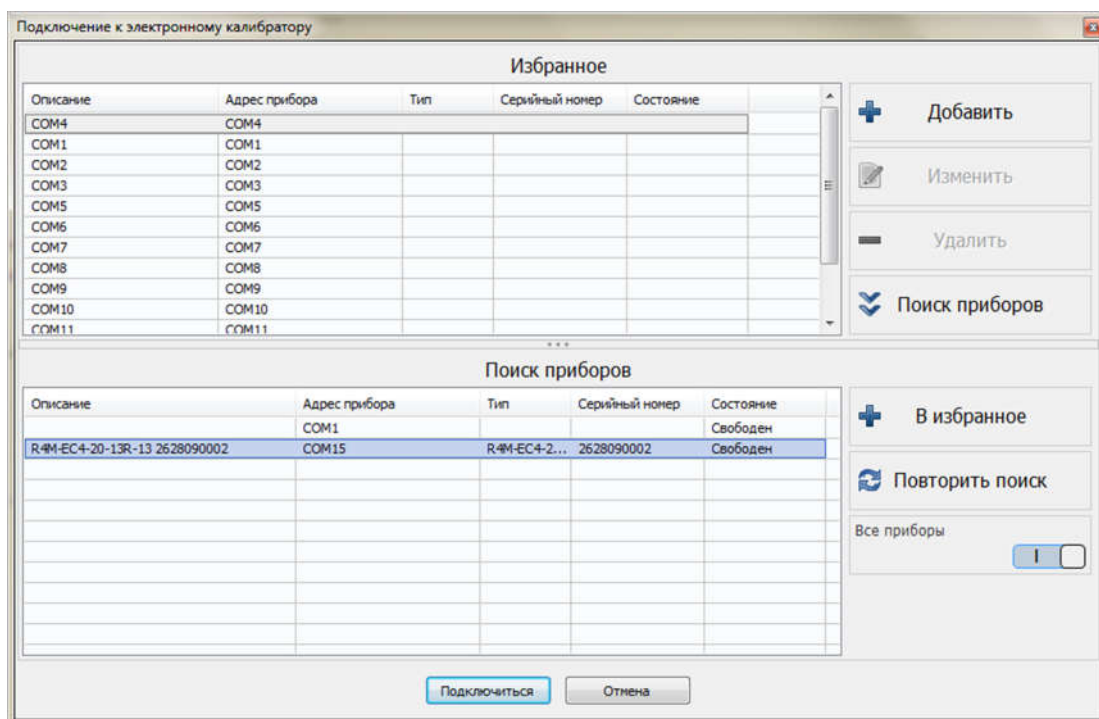

Рисунок 2.158 – Окно «Подключение к электронному калибратору»
2.3.3.10.2 После выбора метода калибровки «Автоматическая (с электронным калибратором)» (рисунок 2.141) и нажатия кнопки «Далее», появится окно подключения к электронному калибратору¹⁾ (рисунок 2.158).